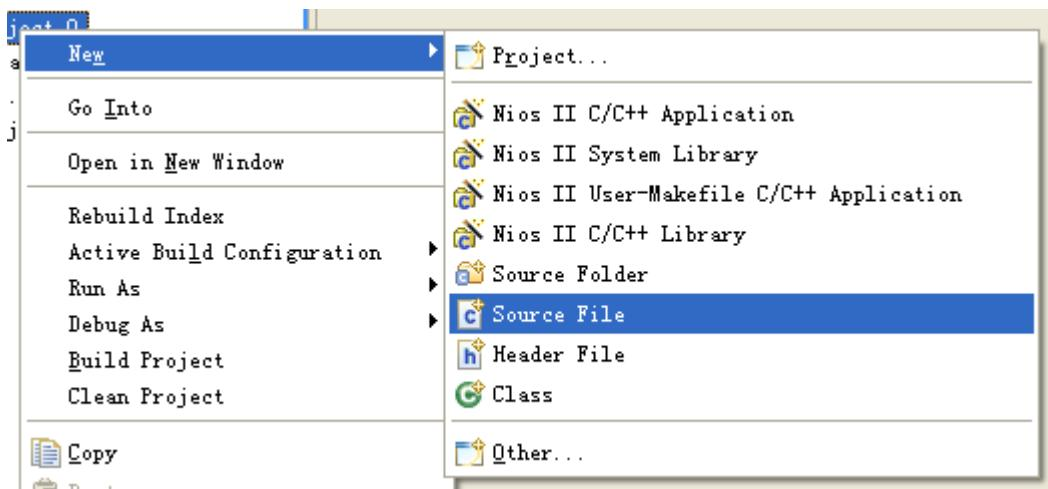

图 7-15 添加源文件图
20. 右键点击工程 blank\_project\_0, 选择 New-> Source File。如图 7-15。